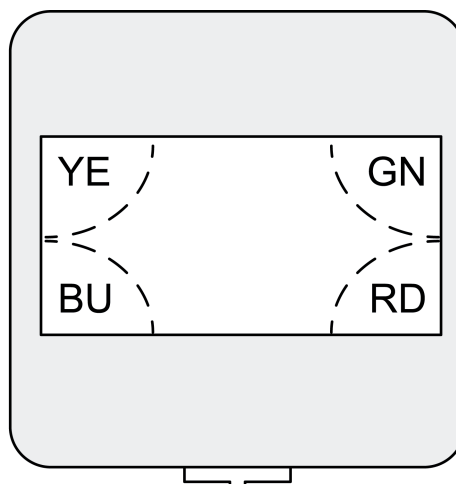

Figure 8: LED d'état
Derrière la fenêtre du capteur (4) se trouvent des LED d'état qui indiquent l'état de fonctionnement actuel (figure 8).